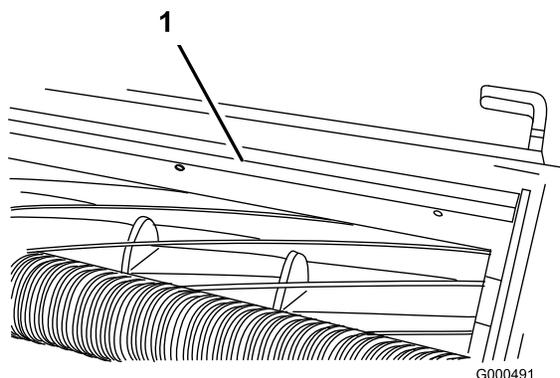

Bild 63
1. Lockern Sie die Schrauben, mit denen die obere Leiste am Mähwerk befestigt ist (Bild 63).